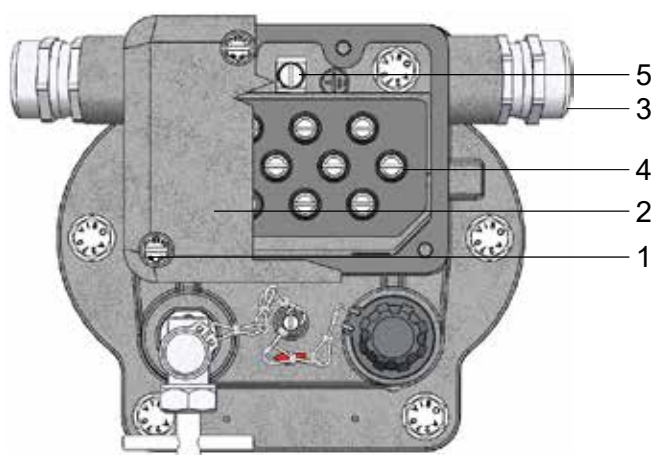

Рис. 5 - Электрическое подключение с более чем 8 зажимными болтами
- Отвинтить 4 винта М5 (Рис. 5/ № 1)
- Снять колпак (Рис. 5/ № 2)
- Ввести провод через кабельную арматуру (Рис. 5/ № 3)
- Присоединить провод зажимными винтами (Рис. 5/ № 4) (максимальный момент затяжки 1,5 Нм)
Защитный провод (зелено-желтая изоляция) присоединить к зажиму заземления (Рис. 5/ № 5) (максимальный момент затяжки 3 Нм).